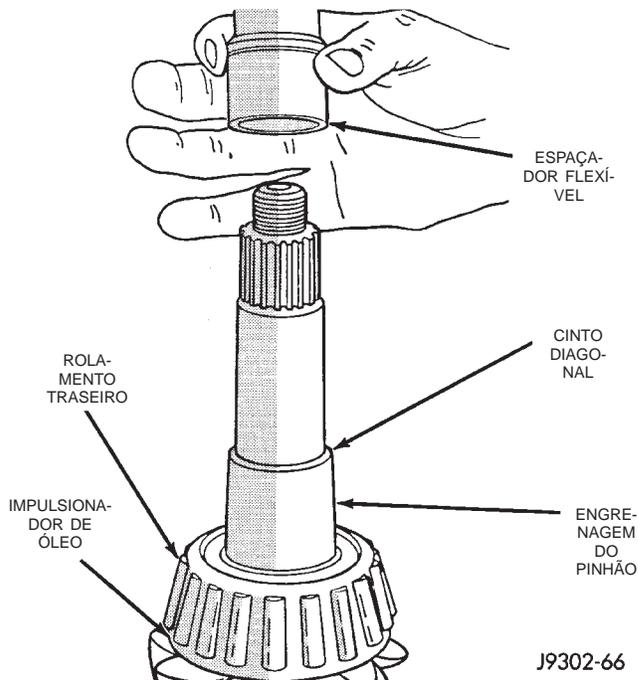

Fig. 27 Espaçador Flexível
(11) Remova o espaçador de pré-carga flexível (Fig. 27).